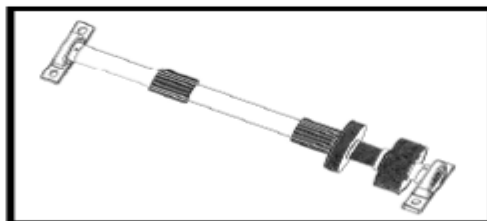

рис. 9
10. Установите необходимое натяжение всех ремней и проводов (рис.9).